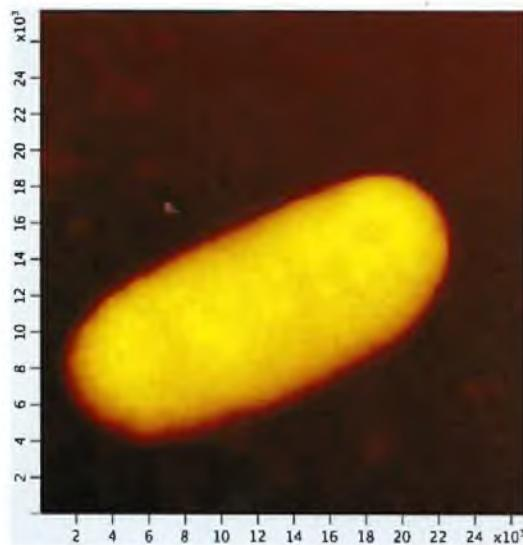

Рисунок 3. Исходное изображение
1. Откройте фрейм **2\_filter** (рисунок 3).